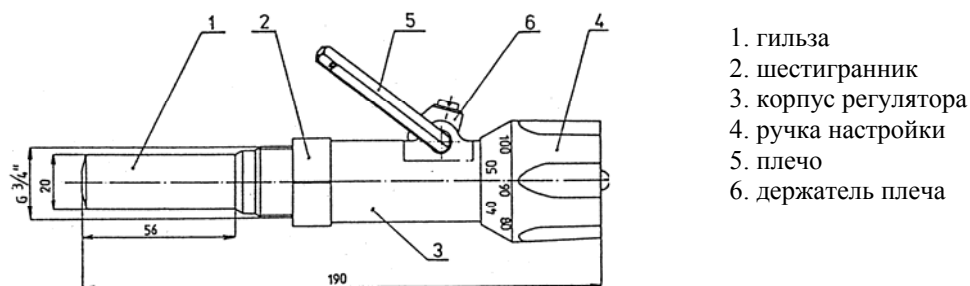

Рис. 1 Температурный регулятор мощности
1. Попробуйте навинтить регулятор сначала без уплотнительной пакли. Затем регулятор навинтите с защитным диском из ПВХ, надетым на гильзу, и паклей с помощью ключа на патрубок котла в требуемое положение (см. рис.1).